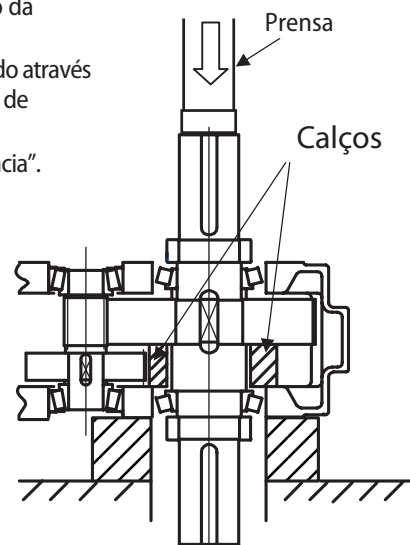

Fig. 2 – Direção da prensa e calço
- Coloque um bloco espaçador entre o interior da carcaça e a engrenagem selecionada para remoção. (Consulte a Fig. 2.) (Confirme a orientação do espaçador e do eixo. Talvez seja necessário inverter a posição da unidade em caso de remoção de várias engrenagens.)
- Utilize uma prensa contra a extremidade do eixo. (Consulte a Fig. 2) Quando o eixo é empurrado através da engrenagem, a engrenagem, o rolamento e o colar podem ser removidos através da tampa de inspeção.